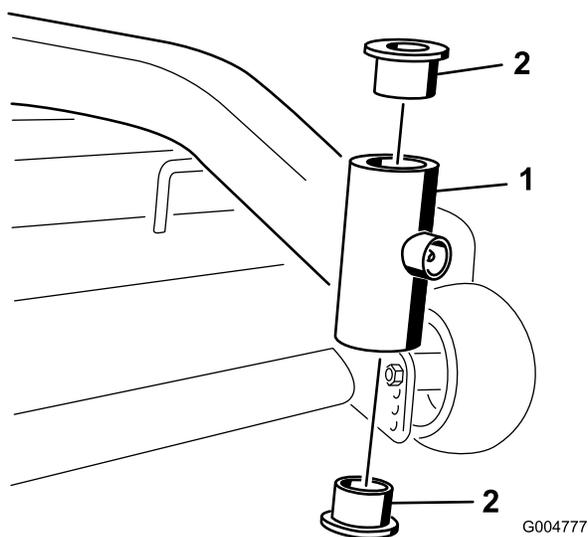

Figure 33
- Insérez un chasse-goupille dans le tube de montage et chassez les bagues avec précaution (Figure 33).
- Vérifiez l'usure de la fourche de la roue pivotante et remplacez-la le cas échéant (Figure 33).
- Remplacez la ou les entretoise(s) sur la fourche et fixez-les avec la bague de retenue (Figure 33).